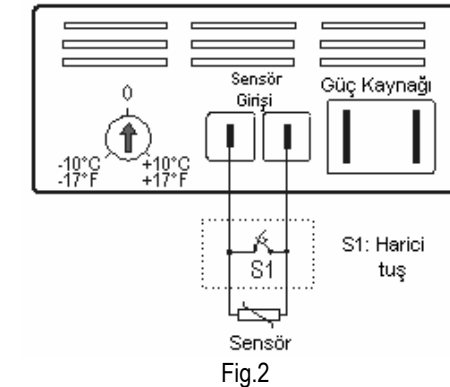

Fig.2
**5. HARİCİ TUŞ BAĞLANTISI (FIG.2)**